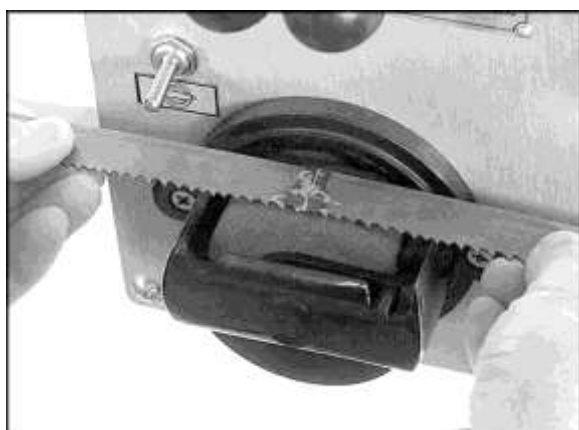
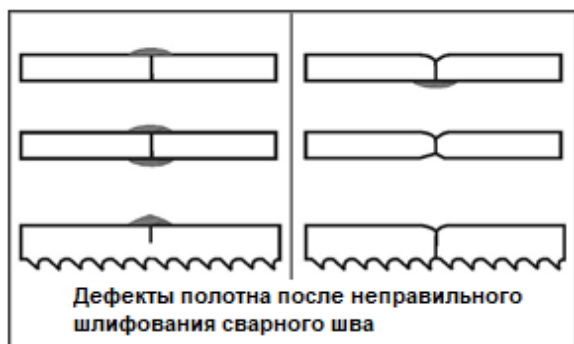

Рис. 20.
Рис. 21.
19. Проверьте, чтобы толщина в месте сварного шва была такой же, как и толщина полотна по всей его длине. Если это не так, уберите лишнюю толщину шва с помощью шлифовального круга (Рис. 20). На Рис. 21 показаны примеры ненадлежащего шлифования сварного шва.